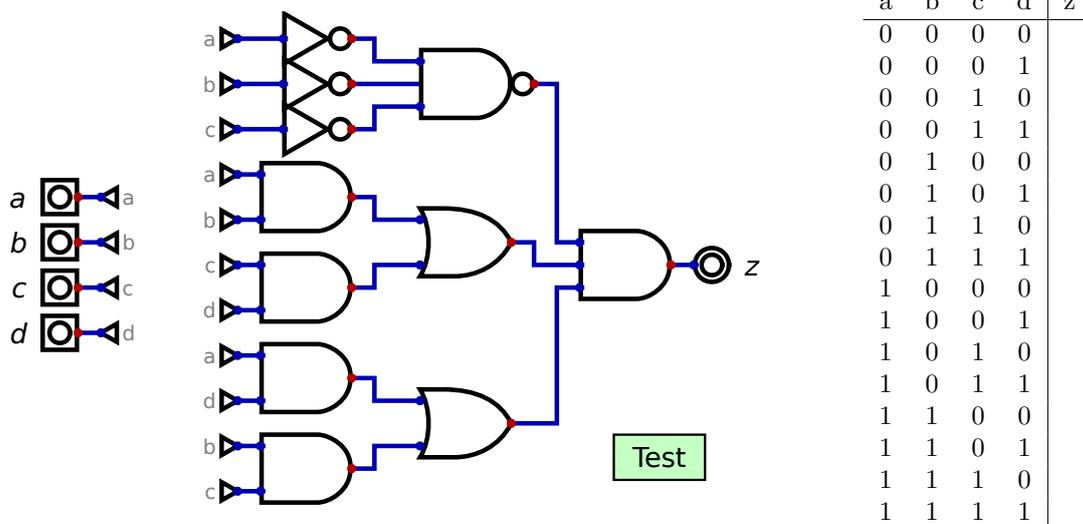

Figura 1.2: Circuito a analizar y su tabla de verdad.
1. Escribe en el siguiente hueco la expresión booleana del circuito representado en la figura 1.2, tal como has visto en clase:
2. A partir de la expresión rellena su tabla de verdad (figura 1.2).
5. Crea un circuito nuevo y dibuja el circuito de la figura 1.2. No conectes directamente las entradas al circuito; usa el componente *Túnel* (en *Cables*) para conectar cables a través de etiquetas, tal y como se muestra en la figura. Puedes cambiar la orientación de cada componente pulsando «r» o desde sus propiedades. También puedes cambiar el número de entradas de una puerta desde sus propiedades (clic con el botón derecho sobre ella).